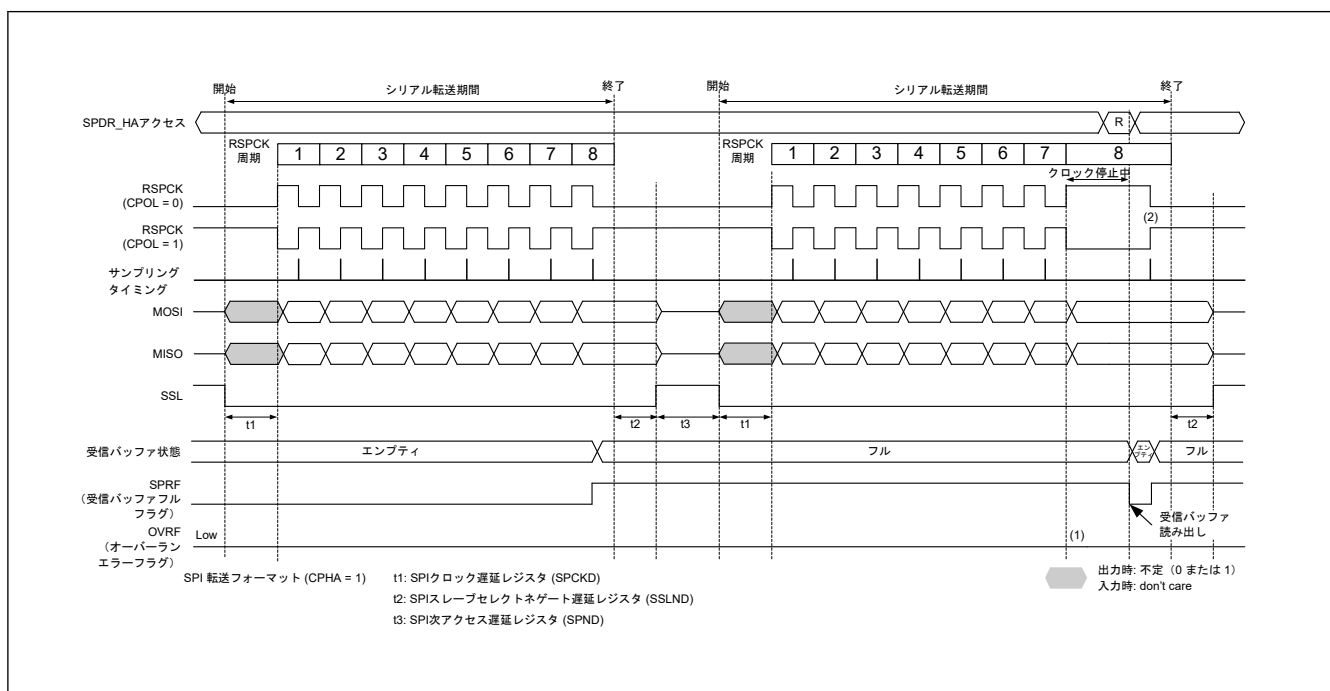
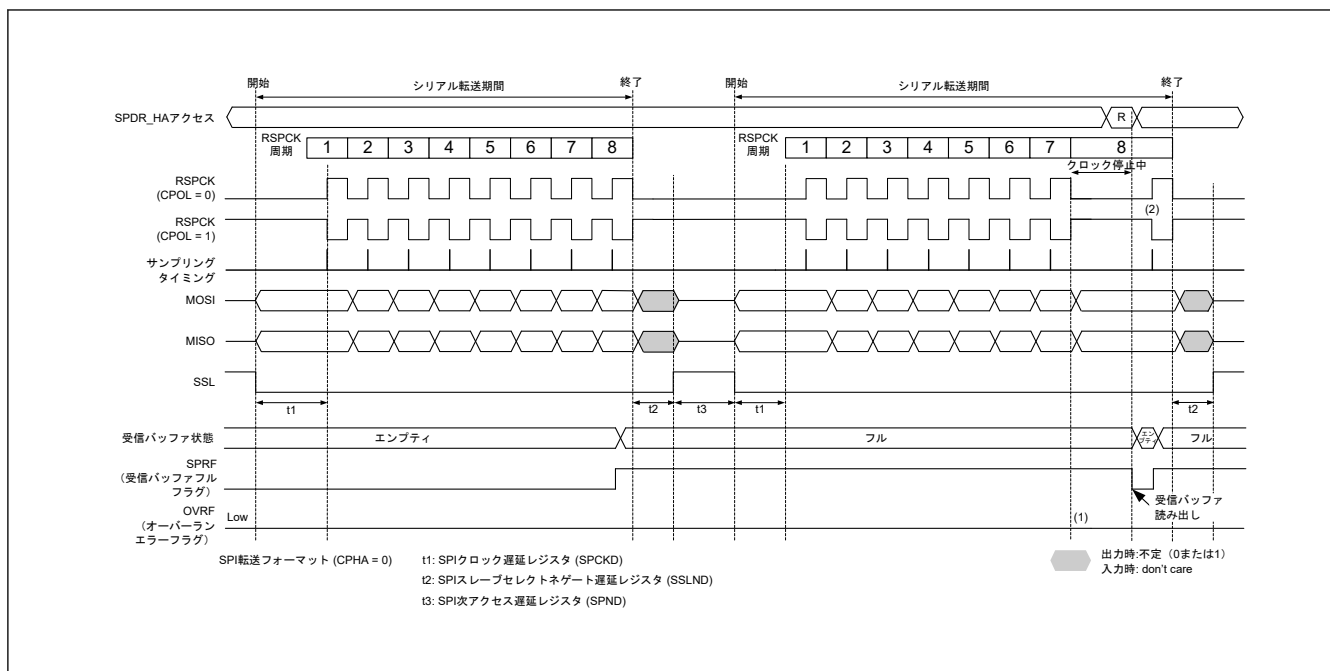

図 30.29 マスタモードの受信バッファフルの状態でのシリアル転送が継続するときのクロック停止波形 (CPHA = 1)
図 30.30 マスタモードの受信バッファフルの状態でのシリアル転送が継続するときのクロック停止波形 (CPHA = 0)
マスタモードで RSPCK 自動停止機能を有効 (SPCR2.SCKASE = 1) にした場合は、オーバーランエラーが発生しません。図 30.29 と図 30.30 に、マスタモード時の受信バッファフルの状態でのシリアル転送が継続するときのクロック停止波形を示します。
以下に、図 30.29 および図 30.30 の (1)、(2) に示したタイミングでのフラグ動作を説明します。